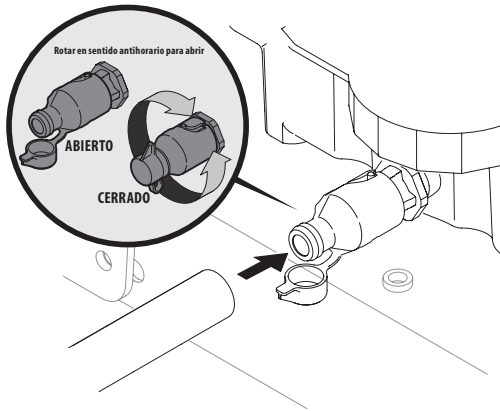

Figura 25
- Abra la tapita protectora del extremo de la válvula de drenaje para visualizar el orificio de drenaje. Consulte la Figura 25.